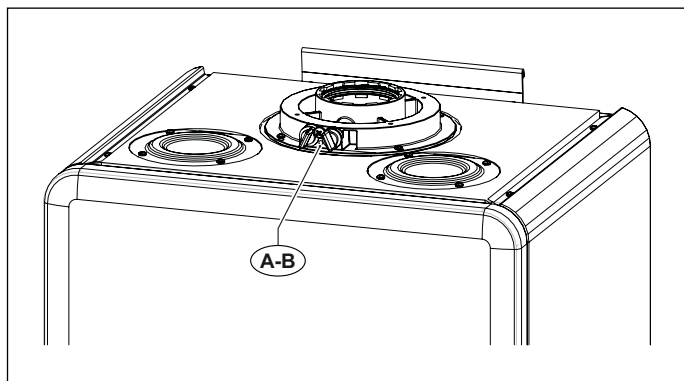
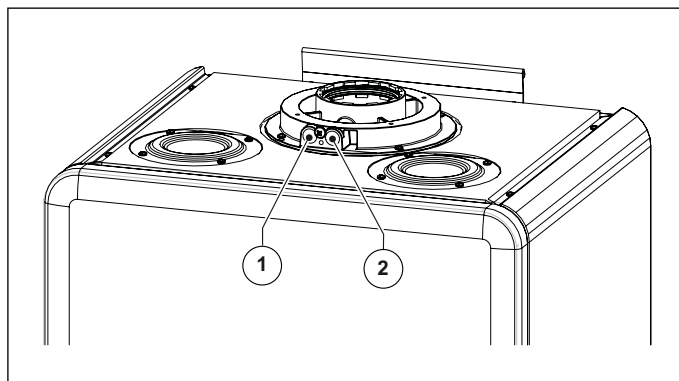

Fig. 19 Poziția bușoanelor
Fig. 20 Poziția orificiilor
Centrala termică este prevăzută cu un turn pentru racordarea conductelor de aspirație aer/evacuare gaze arse (vezi Fig. 19 Poziția bușoanelor și Fig. 20 Poziția orificiilor).
În turn au fost prevăzute orificii pentru accesul direct al aerului de combustie și pentru evacuarea gazelor arse (vezi Fig. 20 Poziția orificiilor).
Înainte de a efectua măsurătorile înlăturați bușoanele **A** și **B** din orificiile prevăzute pe turn (vezi Fig. 19 Poziția bușoanelor).
- măsurarea aerului de combustie preluat din orificiul **1** (vezi Fig. 20 Poziția orificiilor).
- măsurarea temperaturii gazelor de ardere și a CO₂ luată în orificiul **2** (a se vedea Fig. 20 Poziția orificiilor).
Cablurile termostatului trebuie conectate la bornele (1) și (2) ale plăcuței electronice (vezi Fig. 16 Schema electrică RTFS și Fig. 20 Schema electrică CTFS) după ce a fost eliminată puntea furnizată cu centrala termică. *Scheme electrice* la pagina 59) după ce a fost eliminată puntea furnizată cu centrala termică.